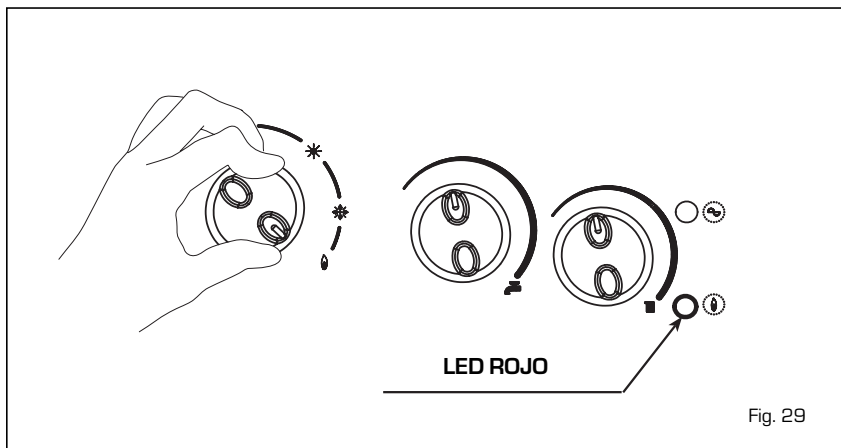

Fig. 29
- **Bloqueo encendido (fig. 29)**